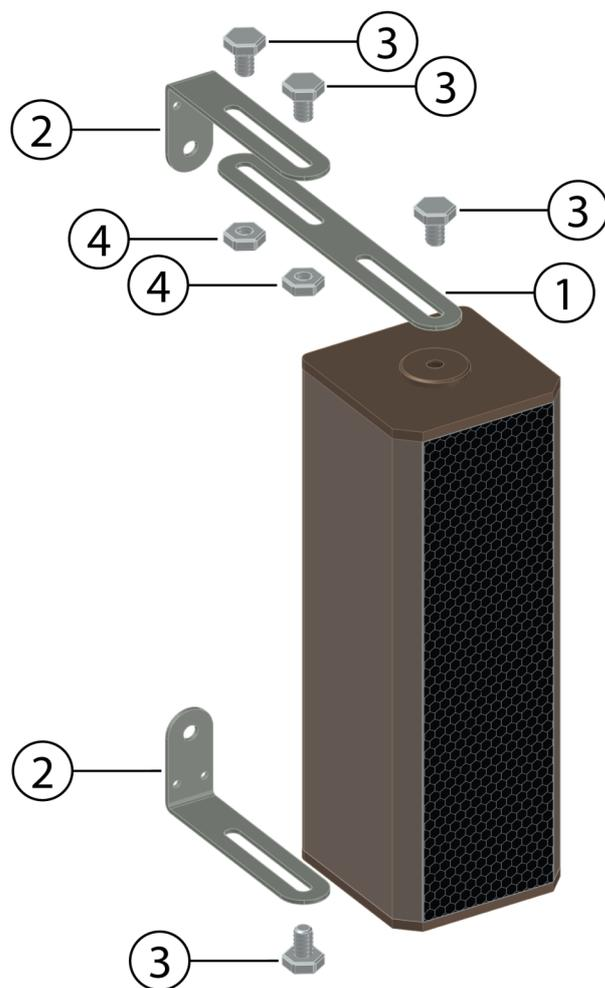

Рис.3 Комплект крепежных принадлежностей и установка крепежа БА
4.2. Укрепите кронштейны, входящие в комплект поставки, на несущей поверхности в месте установки БА (рис.3).
4.3. Закрепите БА на установленных кронштейнах (рис. 3) при помощи болтов, входящих в комплект поставки. Для придания дополнительного наклона БА при вертикальной установке удлините верхний кронштейн БА планкой, входящей в комплект поставки.